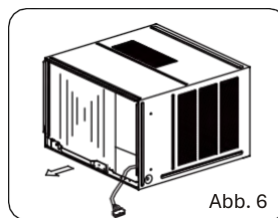

Abb. 6
2. Fassen Sie den Griff am Chassis und schieben Sie die Klimaanlage vorsichtig aus dem Schrank (siehe Abb. 6).
3. Fassen Sie den Griff am Chassis und schieben Sie die Klimaanlage vorsichtig aus dem Schrank (siehe Abb. 6).